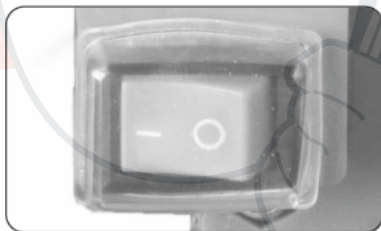

Рис. 3
- Установить выключатель зажигания (Рис. 3) в положение ON.